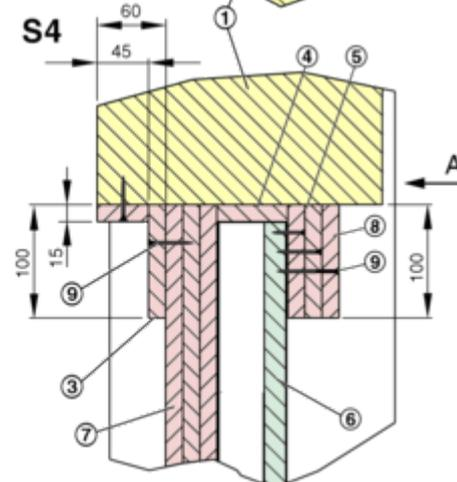

Fig. 37 : Détails EK-JZ Montage à sec dans une paroi en plâtre avec des montants métalliques EI 120 S
Détails ↗ Fig. 37
- Montage du mur selon les instructions du fabricant. Préparer l'ouverture de montage conformément à Fig. 37 .
- Relier le volet et le mur avec un profilé en V (3) en tôle à l'aide de (vis à tête cylindrique 41 mm) Les profilés en V doivent être fixés au mur (7) et au volet (1), espacement des vis  $\leq 150$  mm